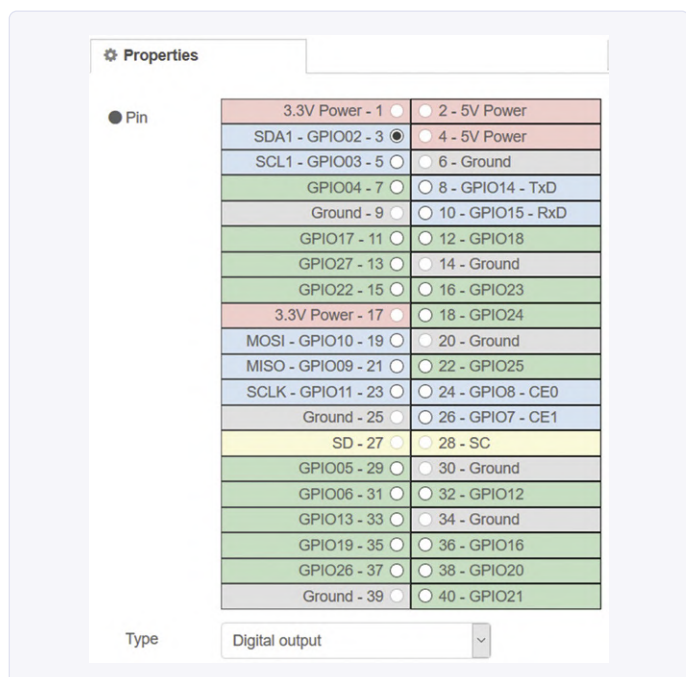

Figure 6. Configuration du module gpio out du Raspberry Pi.
- Double-cliquez sur le module *rpi gpio out* pour le configurer (fig. 6). Réglez la *broche* sur GPIO2, *Type* sur la sortie numérique, cliquez sur *Initialiser l'état de la broche* (= *Initialise pin state*) et réglez l'état initial de la broche sur 0. Nommez le module LED. Cliquez sur *Done* pour fermer l'écran de configuration.